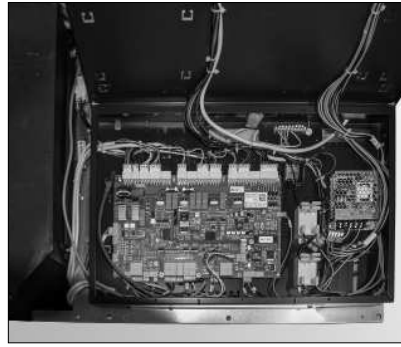

Fig. 140 Deckel vom Schaltfeld aufgeklappt, Grundplatine (Feuerungsautomat)
- Im Schaltfeld befinden sich die Grundplatine (Feuerungsautomat) – Fig. 140.